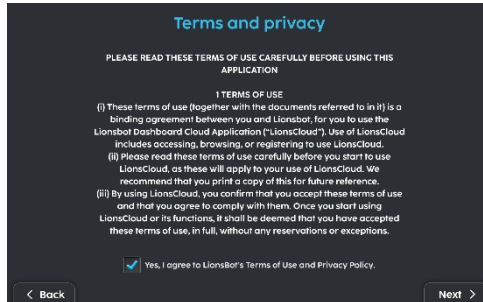

Fig. 3
3. Lisez et acceptez les Conditions d'utilisation et la Politique de confidentialité (Fig. 3).